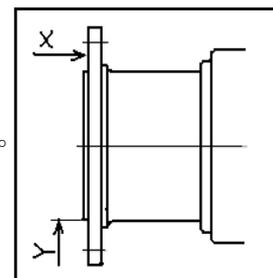

図4 取付け面精度
- 機器側フランジの取付け面精度(図4)が下に示す値を満足していることを確認して下さい。